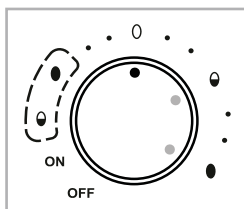

Fig. 4
- Se le uova sono più grandi della media (taglia XL), selezionare il **simbolo dell'uovo** del campo in questione (fig. 4):